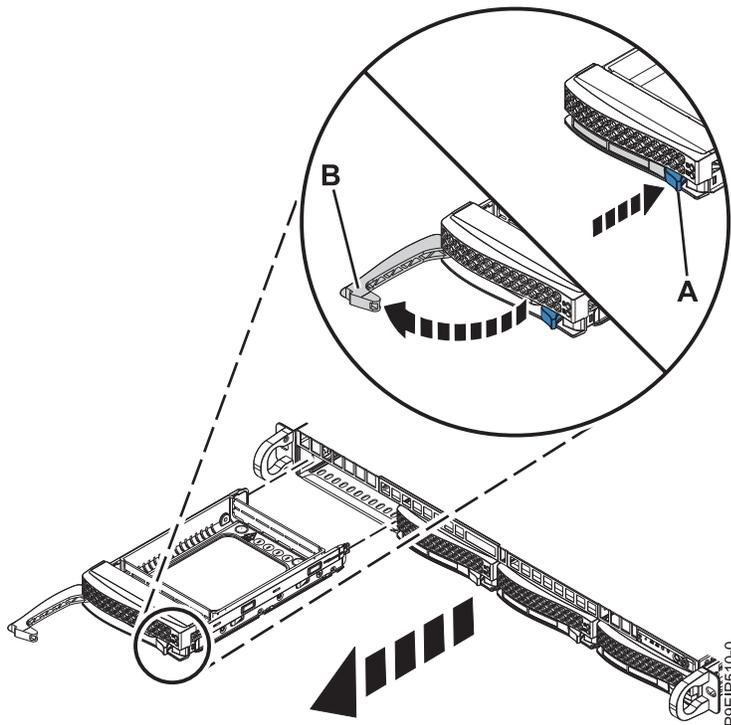

Figure 7. Retrait d'une unité
2. Déverrouillez la poignée de la baie d'unité (B) en poussant le loquet de la poignée (A) comme indiqué dans la figure 7. La poignée (B) sort d'un coup sec. Si la poignée n'est pas complètement sortie, l'unité ne peut pas être retirée du système.